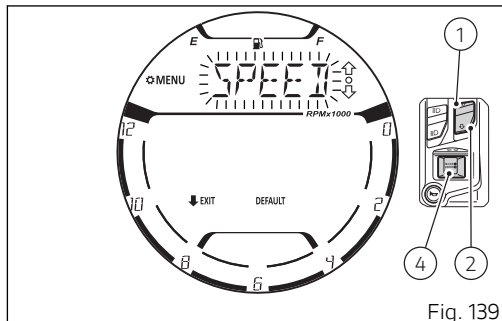
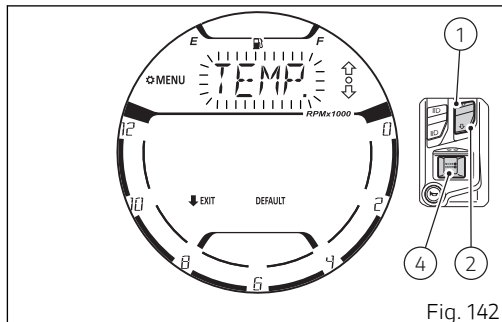

Fig. 139
Fig. 142
Al acceder a esta función el salpicadero muestra como primer valor la velocidad/distancia recorrida “SPEED” (Fig. 139).
Cada vez que se presiona el pulsador (1) o el pulsador (2) el salpicadero visualiza de manera parpadeante y progresiva, la configuración “TEMP.” (Fig. 142), el borde de la inscripción “DEFAULT” (Fig. 144) para luego volver al valor “SPEED” (Fig. 139) parpadeante.
Mediante los pulsadores (1) y (2) seleccionar el valor parpadeante "TEMP." (Fig. 142) y presionar el pulsador (4).
En alternativa con los pulsadores (1) y (2) es posible seleccionar la unidad de medida deseada haciéndola parpadear. Presionar el pulsador (4) para confirmar. Luego el display vuelve a visualizar la inscripción "TEMP." parpadeante (Fig. 142).